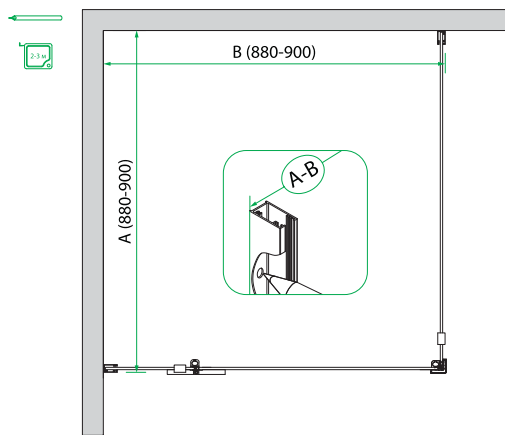

Рис. 4/4-сур.
1. Произведите разметку в углу ванной комнаты (рис. 4), в верхней и нижней части ограждения.